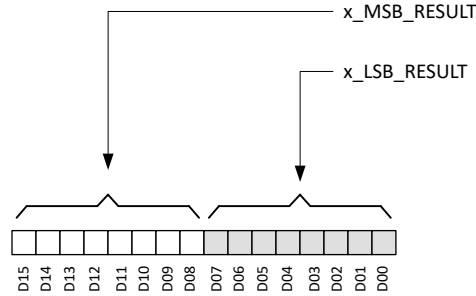

图 6-15. 磁传感器数据定义
X、Y 和 Z 磁传感器数据存储在 `x_MSB_RESULT` 和 `x_LSB_RESULT` 寄存器中。图 6-15 显示了每个传感器输出以 16 位二进制补码格式存储在两个 8 位寄存器中。数据可以结合 MSB 和 LSB 寄存器以 16 位格式检索，也可以通过 MSB 寄存器以 8 位格式检索。
- D_i 是图 6-15 中所示的数据位。